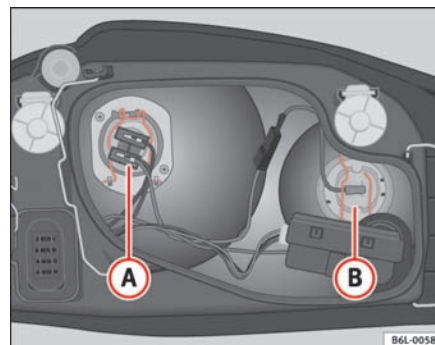

Fig. 146 Nærlyspære
- Træk stikket af pæren A ⇒ fig. 146.